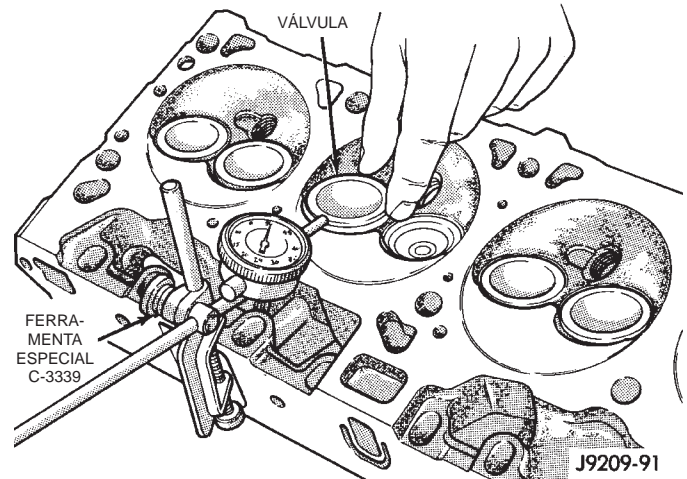

Fig. 62 Medição do Uso da Guia da Válvula
(2) Fixe a Ferramenta C-3339 do Indicador de Quadrante ao cabeçote de cilindros e ajuste-o no ângulo direito da espiga cilíndrica da válvula que está sendo medida. (Fig. 62).
(3) Mova a válvula para/do indicador. A leitura total do indicador de quadrante não deve exceder 0,432 mm (0,017 pol.). Alargue as guias para as válvulas com espigas cilíndricas de tamanho grande se a leitura do indicador de quadrante for excessiva ou se as espigas cilíndricas estiverem danificadas ou riscadas.